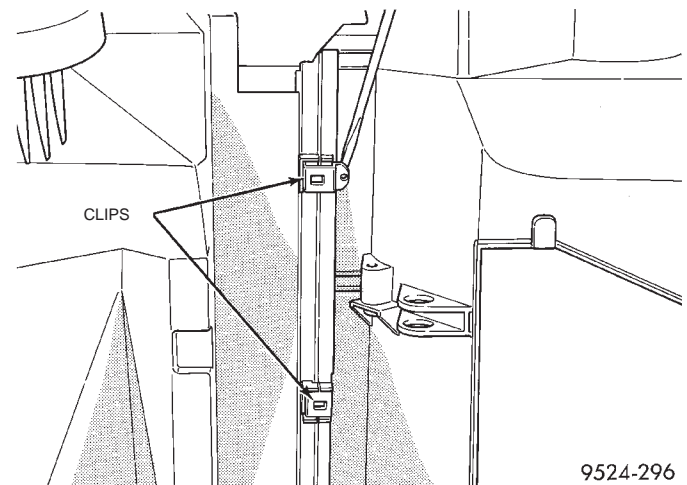

Abb. 87 Clips des Gehäuses
(17) Die Clips lösen, mit denen das Verdampfergehäuse am Luftverteilergehäuse der Heizung befestigt ist (Abb. 87).